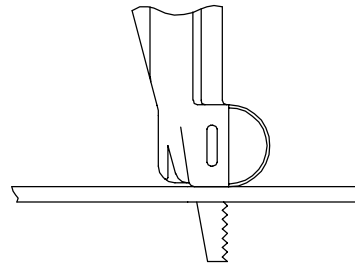

Figura 3
4. Nel tagliare del metallo, a partire da un bordo, mantenere la sega come indicato in figura 3, mantenendo la sua guida saldamente a contatto con la superficie di lavoro, onde evitare la vibrazione del metallo e della lama. Nel praticare tagli diretti nel metallo, praticare prima un foro di partenza con un trapano od uno scalpello.